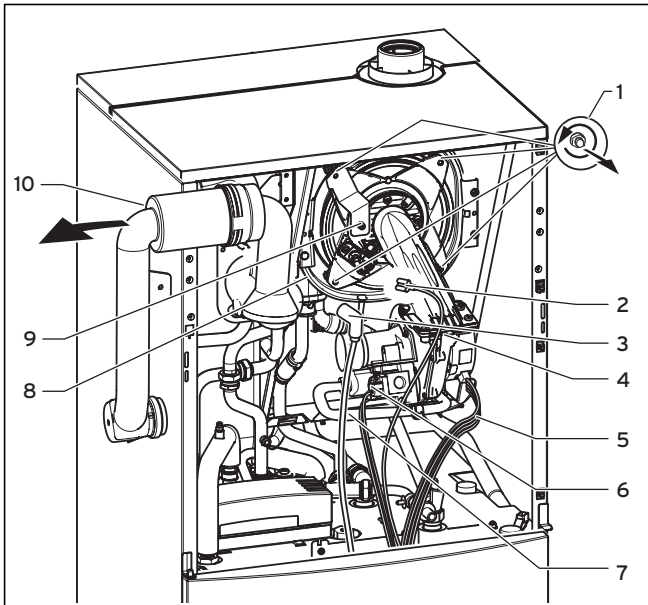

Fig. 8.2 Smontaggio del modulo del bruciatore
- Separare il tubo del gas (7).
- Rimuovere i quattro dadi (1), vedere fig. 8.2.
- Estrarre il modulo del bruciatore (4) dallo scambiatore termico a condensazione integrale (8), vedere fig. 8.2.